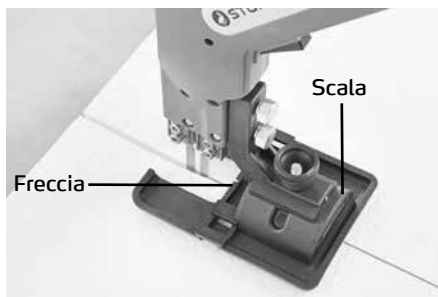

Fig. 1
- seguendo una marcatura precedentemente apportata al pannello (ad es. tratto con matita) (fig. 1)
Al fine di aggiustare e ripetere l'angolo, vi è una scala a trattini con una freccia sulla guida di taglio (fig. 1).
Fissare la guida di taglio con l'adattatore di montaggio al di sopra della vite a testa zigrinata, dove può essere aggiustato e fissato l'angolo rispetto a entrambi i lati. Dopo di ciò, fissare l'intera unità alle filettature nel taglierino, utilizzando le due viti di fissaggio. Montaggio senza utensili (vedasi fig. 1).